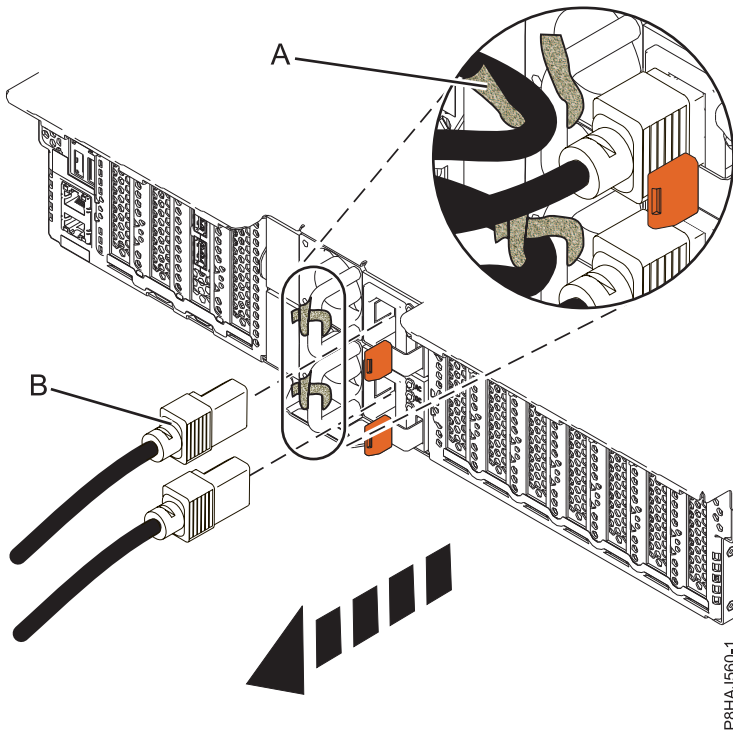
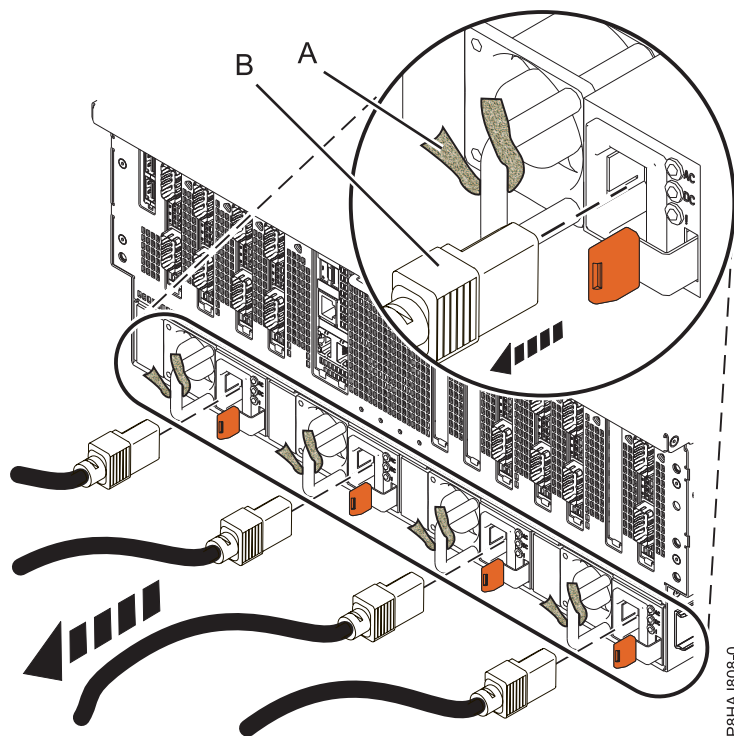

Abbildung 17. Netzkabel bei einem System vom Typ 5148-21L, 5148-22L, 8247-21L, 8247-22L, 8284-21A oder 8284-22A abziehen
Abbildung 18. Netzkabel bei einem System vom Typ 8408-44E oder 8408-E8E abziehen
3. Ziehen Sie die Netzkabel (**B**) von der Systemeinheit ab. Siehe Abbildung Abb. 16 auf Seite 42, Abb. 17 auf Seite 42 oder Abb. 18 auf Seite 43 (abhängig von Ihrem Systemtyp).